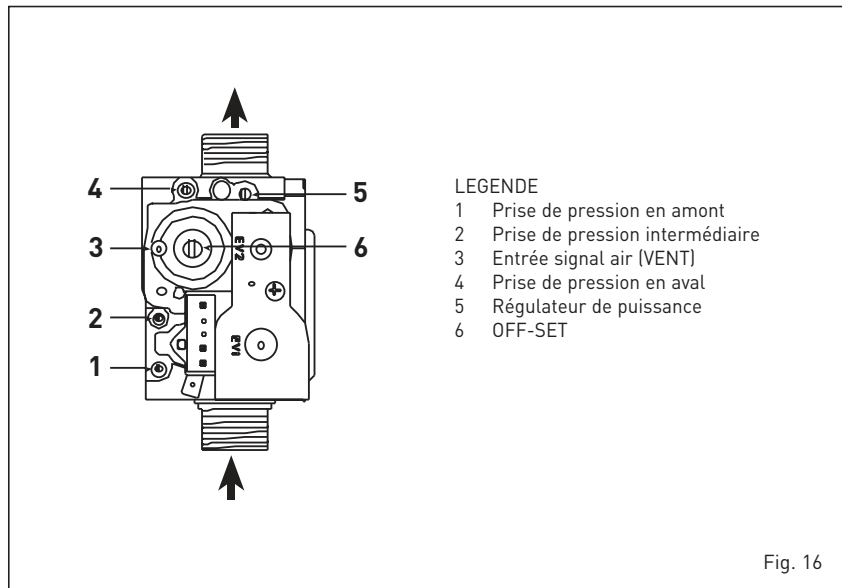

Fig. 16
4.1 VANNE GAZ (fig. 16)
La chaudière est fabriquée de série avec une vanne gaz modèle SIT 848 SIGMA (fig. 16).
- 3) Rechercher les valeurs de CO₂ à la puissance maxi indiquées ci-dessous à l'aide du régulateur de puissance (5 fig. 16) :
- 5) Rechercher les valeurs de CO₂ à la puissance mini indiquées ci-dessous, à l'aide de la vis de régulation OFF-SET (6 fig. 16):